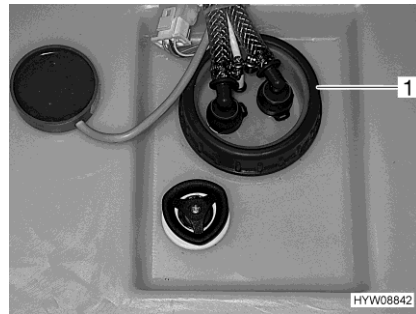

Fig. 140 Apertura per la pulizia (serbatoio dell'acqua)
- Staccare il coperchio (Fig. 140,1) del serbatoio dell'acqua.